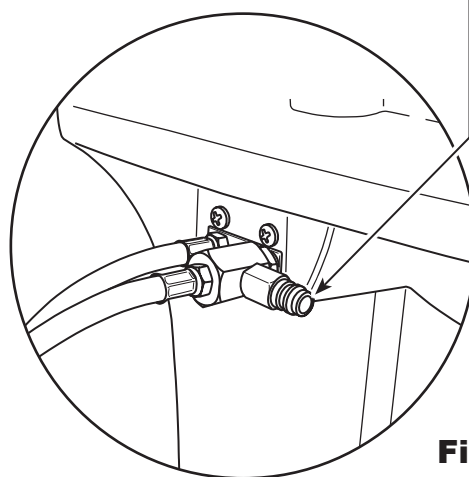

Figure 21
1. Avec la machine toujours connectée au véhicule et avec les coupleurs ouverts, connectez le coupleur côté basse pression (bleu) depuis la machine Robinair 25700 vers l'orifice de récupération du contaminant à l'arrière de la machine. Reportez-vous à la figure 21. Ouvrez les vannes du coupleur.